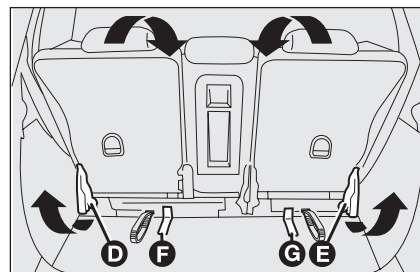

fig. 112
- ☐ au moyen des leviers **D** et **E**-fig. 112 déplier les dossiers sur les coussins arrière ;
- ☐ au moyen des bandes **F** et **G**-fig. 112 renverser complètement les sièges.